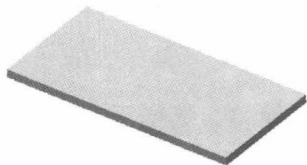
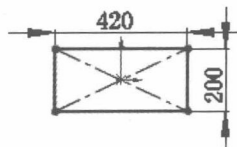

图 1.2 凸台-拉伸 1
图 1.3 横断面草图
Step2. 创建图 1.2 所示的零件基础特征——凸台-拉伸 1。
(1) 选择命令。选择下拉菜单 **插入(I)** **凸台/基体(B)** **拉伸(E)...** 命令。
(2) 定义特征的横断面草图。
① 定义草图基准面。选取前视基准面为草图基准面。
② 定义横断面草图。在草绘环境中绘制图 1.3 所示的横断面草图。